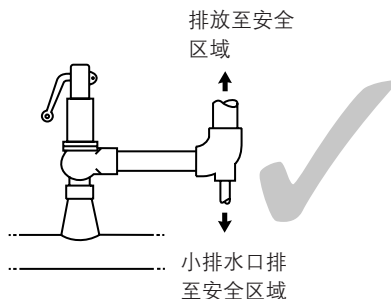

图5
- 6.8 在向上的出口管段处，应在最低点设置一个小口径的排水孔（图5）。该排水孔引出的排水应无危险或不便。